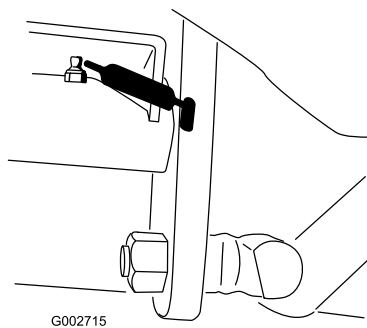

Рисунок 23
- Шарнир педали тяги (1 шт.) (Рисунок 23)